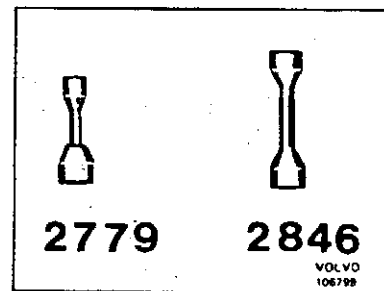
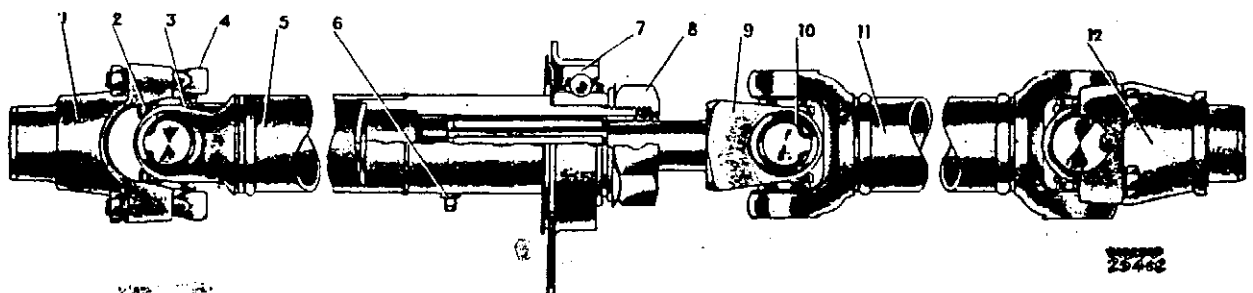
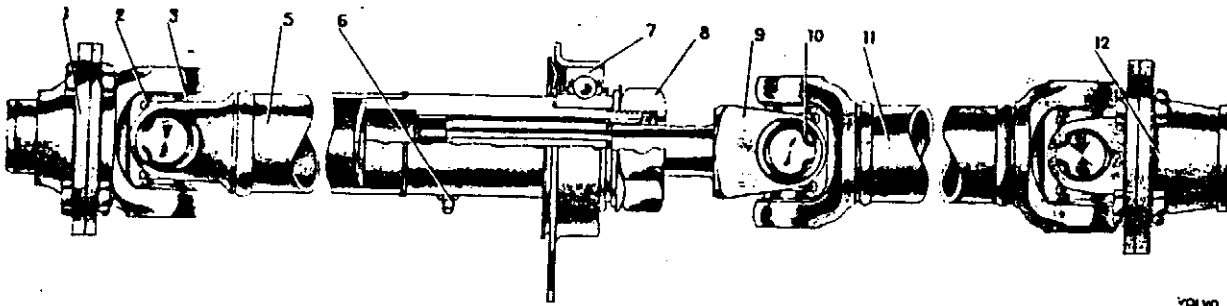

Abb. 2 Werkzeug 999 2779 und 2846, Ausbauhülse für Gelenkwelle
Abb. 3 Gelenkwelle, Ausf. I
Abb. 4 Gelenkwelle, Ausf. II
Die Gelenkwelle ist eine geteilte Rohrwelle, siehe Abb. 3–5. Die vordere Gelenkwelle ist am rückwärtigen Ende als Keilnutenhülse ausgeführt. In diese ist die Keilwelle eingesteckt, die gleichzeitig die eine Gabel des mittleren Kreuzgelenkes bildet. Die vorderen und hinteren Kreuzgelenke waren in früh. Ausf. direkt in Gabeln auf den Antriebsflanchen an
Getriebe bzw. Hinterachsgetriebe gelagert, siehe Abb. 2. In spät. Ausf. sind diese mit Mitnehmergabeln versehen, siehe Abb. 4 und 5.
| 4 Klammer (früh. Ausf., siehe Abb. 2) | 8 Mutter | 12 Kegelradantriebsflansch |
1. Fahrzeug anheben, Vorder- und Hinterachse aufbocken. Klammern, (4, Abb. 3) die das hintere Kreuzgelenk am Kegelradantriebsflansch (12, Abb. 4) festhalten, lösen. Bei Gelenkwellen der Ausf. II werden zunächst die Flanschschrauben nach Entfernung von Falzblech und Muttern gelöst. Danach das Falzblech für die Mutter (8) auf der Keilwelle aufbiegen und diese lösen. Gelenkwellenrohr auf der Keilwelle zurückziehen.
2. Rückholfeder, soweit vorhanden, ausbauen. Halter mit Zwischenlager (7) nach hinten ziehen. Zwischenlager mit einem geeigneten Dorn aus dem